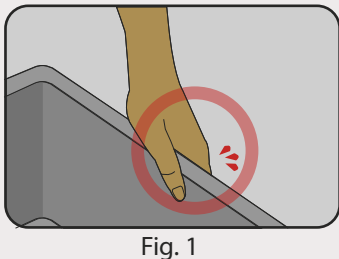

Fig. 1
Esta peça contém bordas cortantes. Manusear com cuidado (fig. 1).
*This product contains sharp edges. Handle with care (fig.1).
Esta pieza tiene bordes cortantes. Manejar con cuidado (fig. 1).*